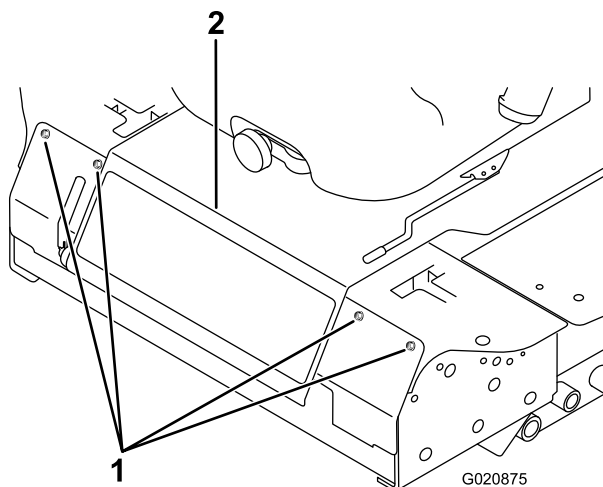

Figure 58
3. Retirez les boulons de fixation du panneau avant et déposez le panneau (Figure 58).